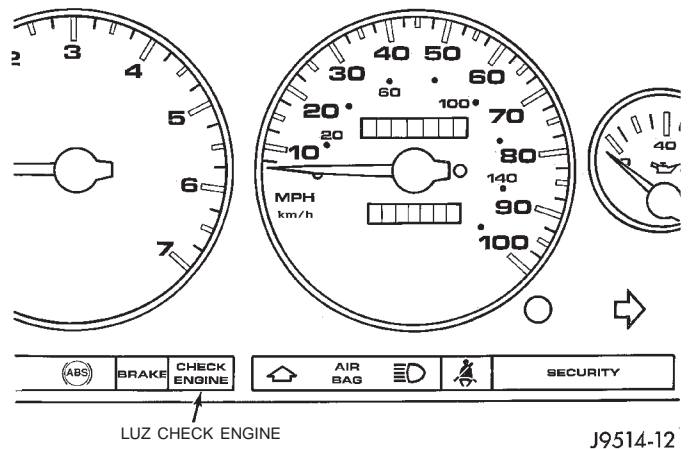

Fig. 17 Localización de la luz de verificación del motor
NOTA: Si el motor ha permanecido frío durante un período de tiempo demasiado prolongado, como cuando el termostato está agarrotado en posición de abierto, puede observarse un código de diagnóstico de fallo (DTC) número 17 en la luz indicadora de funcionamiento incorrecto. Esta luz se muestra en el tablero de instrumentos como luz CHECK ENGINE (verificación del motor) (Fig. 17).
Un Código de diagnóstico de fallos (DTC) almacenado se puede visualizar efectuando ciclos ON-OFF-ON-OFF-ON de la llave de encendido en intervalos de tres segundos y observando la luz indicadora de funcionamiento incorrecto. Esta luz se muestra en el tablero de instrumentos como luz CHECK ENGINE (Fig. 17).
- Si la luz (Fig. 17) destella 1 vez, hace una pausa y luego destella 2 veces más, se indica con los destellos un código de diagnóstico de fallos (DTC) número 12. Si se observa este código, significa que la batería se ha desconectado dentro de los últimos 50 ciclos de la llave de encendido a la posición ON. Podría indicar también que el voltaje de la batería se ha desconectado del PCM. En cualquiera de los casos, se pueden haber borrado otros DTC.